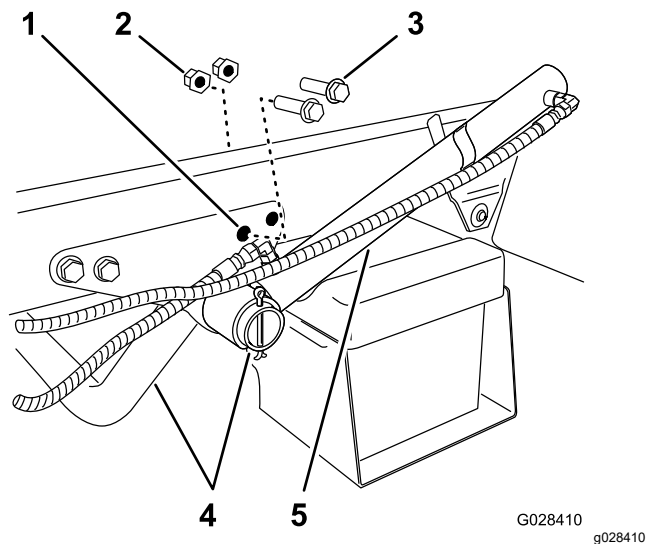

Bild 6
1. Entfernen Sie die zwei hinteren Bundkopfschrauben und zwei Sicherungsbundmutter, mit denen die Stützhalterung für das Motorrohr am Rahmen der Maschine befestigt ist (**Bild 6**).
2. Drehen Sie den Hubzylinder, um einen Abstand für das Montieren der Befestigungshalterung am Behältergestell zu schaffen (Bild 6).